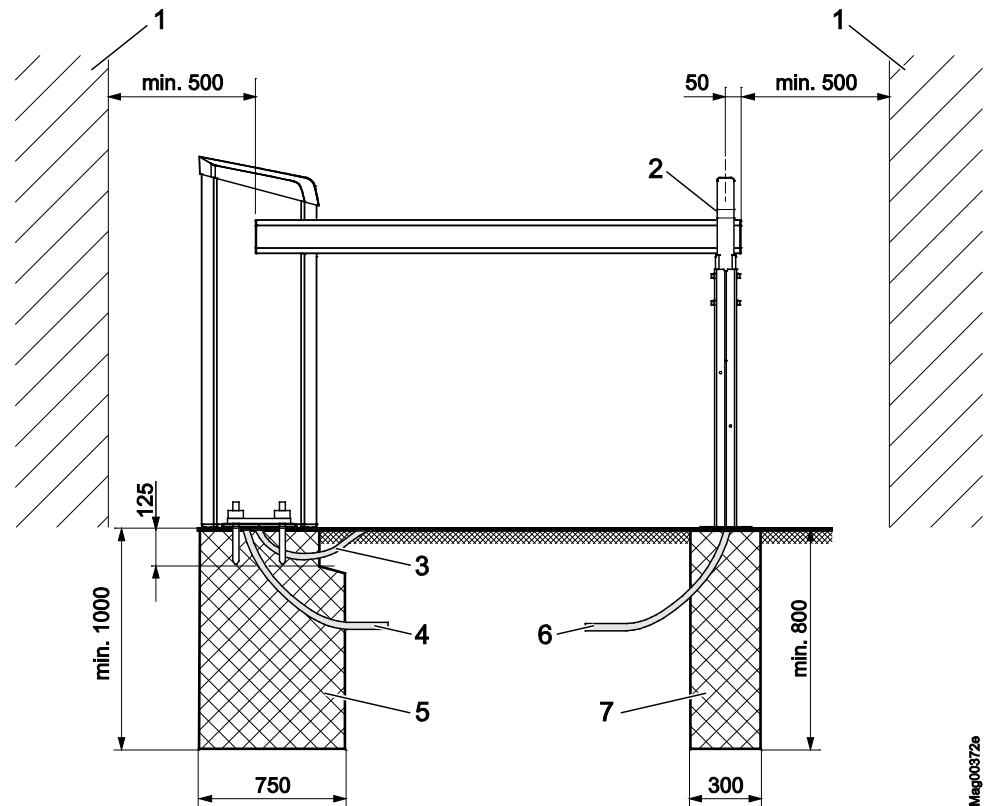

Abb. 11: Montage Schrankenanlage (Maße in mm)
Quetsch- und Schergefahr bei einem zu geringen Sicherheitsabstand zwischen Schrankenbaum und anderen Objekten! Ein schließender oder öffnender Schrankenbaum kann bei einem zu geringen Sicherheitsabstand zu anderen Objekten zu schweren Quetschungen oder Verletzungen führen! – Zwischen Schrankenbaum und anderen Objekten wie Wände, Mauern oder Häuser einen Sicherheitsabstand von mindestens 500 mm einhalten. → Siehe Seite 24, Kapitel 2.7. – Schrankenanlage gemäß Abb. 11 montieren und installieren. → Siehe Seite 47.
- Zwischen Schrankenbaum und anderen Objekten wie Wände, Mauern oder Häuser einen Sicherheitsabstand von mindestens 500 mm einhalten. → Siehe Seite 47, Abb. 11.
→ Siehe Seite 47, Abb. 11 und Seite 49, Abb. 12.
1. Fundamentloch gemäß Abb. 11 und Abb. 12 ausheben.